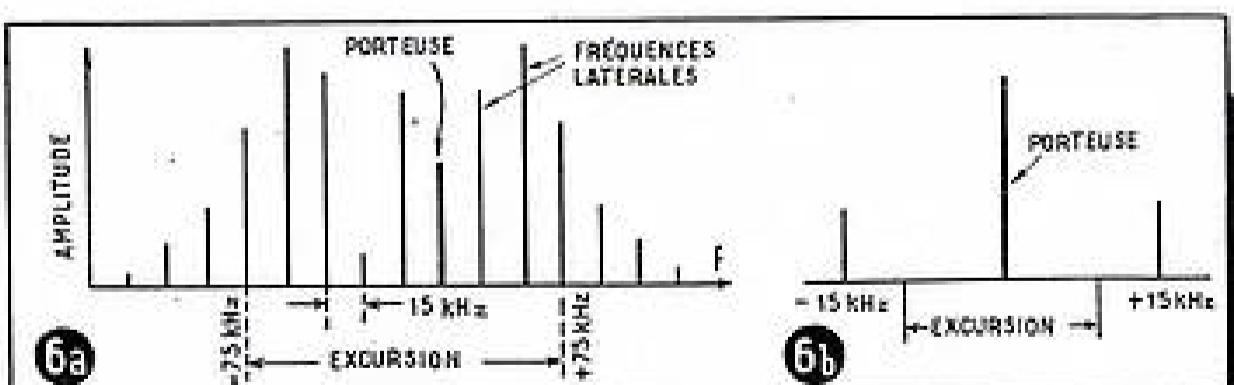

Fig. 6. — Les fréquences latérales en F.M. sont d'autant plus nombreuses que le rapport entre l'excursion et la fréquence de modulation est plus grand.
c. — Une caractéristique d'amplification linéaire (courbe de réponse électrique sensiblement rectiligne) ne présente aucun intérêt, ce qui résulte, d'ailleurs, des courbes de sensibilité de l'oreille. Cette caractéristique doit au contraire, être très « relevée » à ses extrémités (fig. 6), surtout lorsque l'amplificateur fonctionne à faible puissance. A puissance élevée, on pourra se rapprocher de la caractéristique horizontale. D'autre part, le rendement de la plupart des haut-parleurs diminue aux fréquences basses, inférieures à 100 c/s, tandis que la sélectivité des circuits H.F., nécessaire pour séparer efficacement entre elles les stations d'émission, de plus en plus nombreuses, a pour conséquence un affaiblissement considérable des fréquences élevées du spectre audible. En outre, lors de l'écoute d'une émission parisée on a intérêt, pour augmenter l'intelligibilité de la parole, d'augmenter le niveau des aiguës et de diminuer celui des fréquences basses.